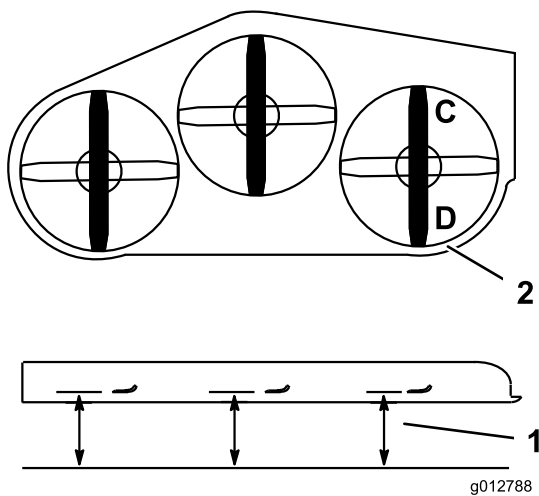

Figura 87
1. Posicionar a lâmina direita da parte dianteira para a traseira (Figura 87).
2. Meça a lâmina direita no local **C**, numa superfície nivelada à extremidade de corte da ponta da lâmina e registe esta medição (Figura 87).
3. Meça a lâmina direita no local **D**, numa superfície nivelada à extremidade de corte da ponta da lâmina e registe esta medição (Figura 87).
4. A lâmina do cortador deve estar de 6 a 10 mm abaixo na posição **C** do que na posição **D** (Figura 87). Caso isto não esteja correcto, proceda da seguinte forma.